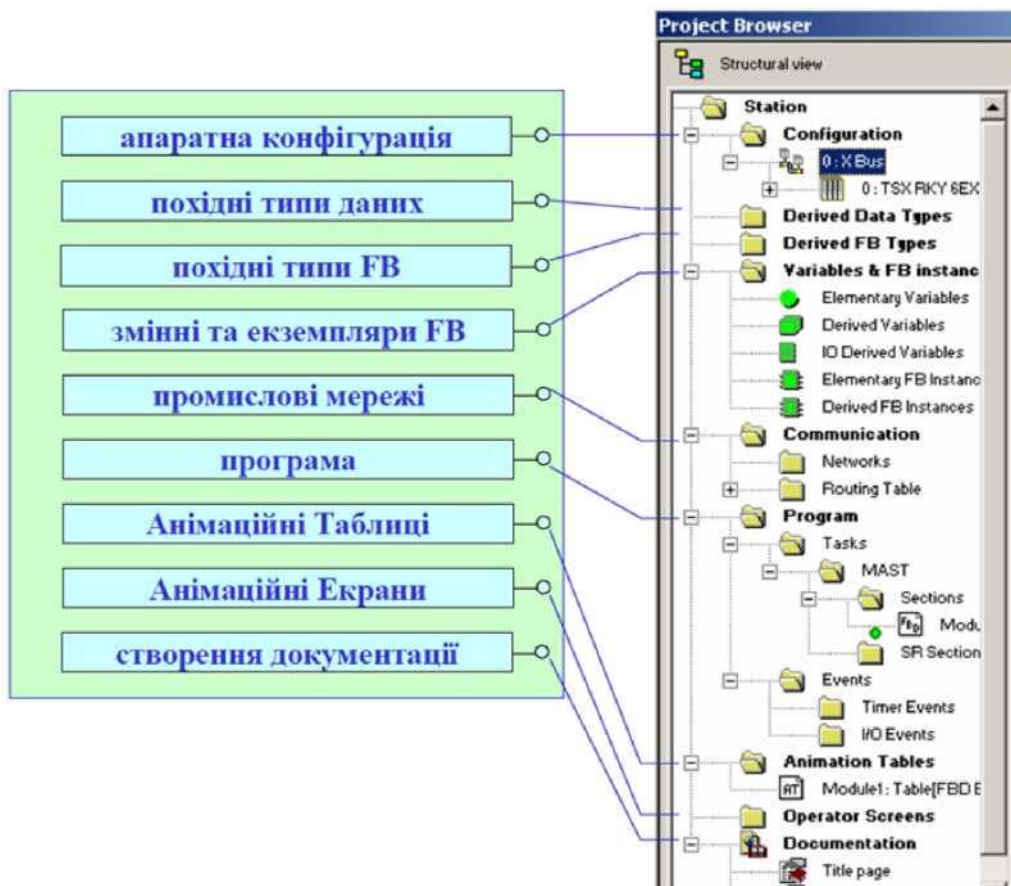

Рис. 3. Структура проекту
- **Project Browser** (Tools->Project Browser). На рис. 3 показаний зовнішній вигляд Провідника Проєкту в структурному вигляді.